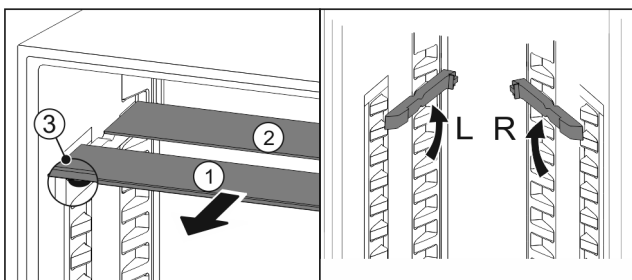

Fig. 30
- ▶ По одной извлеките Fig. 30 (1) стеклянные панели движением вперед.
- ▷ Стеклянная панель Fig. 30 (1) с декоративной планкой лежит спереди.
▷ Стопоры Fig. 30 (3) показывают вниз.